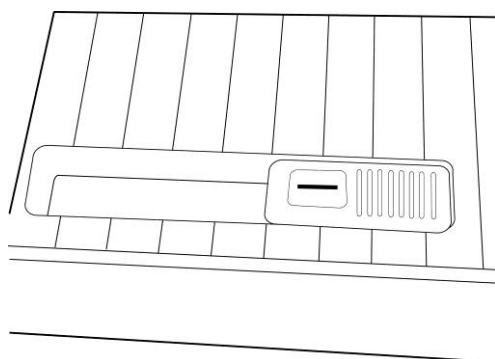

Figura 24
99. Levante o módulo da cabeça de impressão para ter acesso à tampa do sensor de mídia (Figura 24)